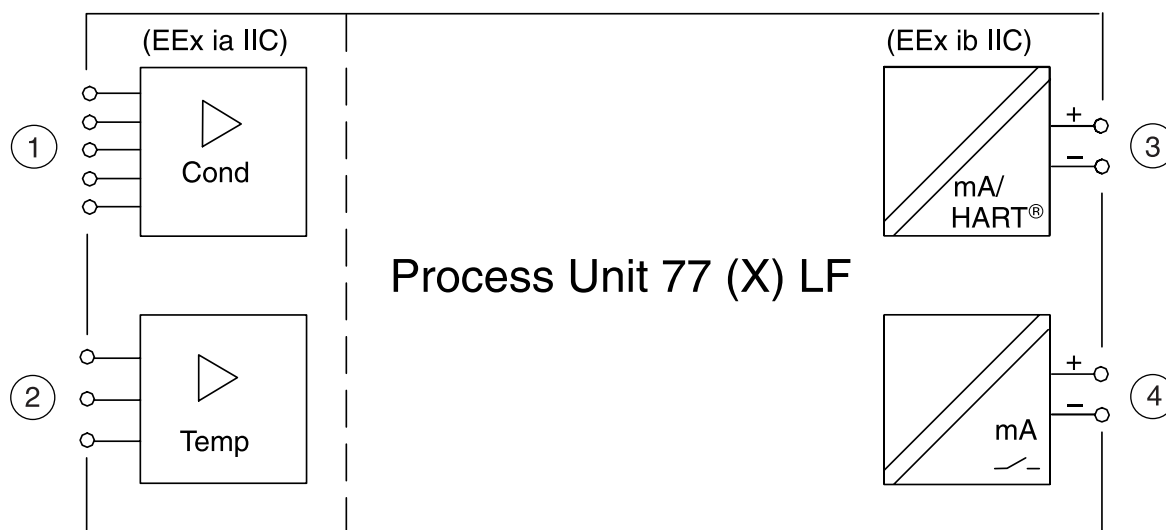

Fig. 2-1 Fonctions système du Process Unit 77 (X) LF
La Fig. 2-1 montre les fonctions système. Il est possible de raccorder des cellules de mesure à 2 et 4 pôles ① et une sonde de température ②.